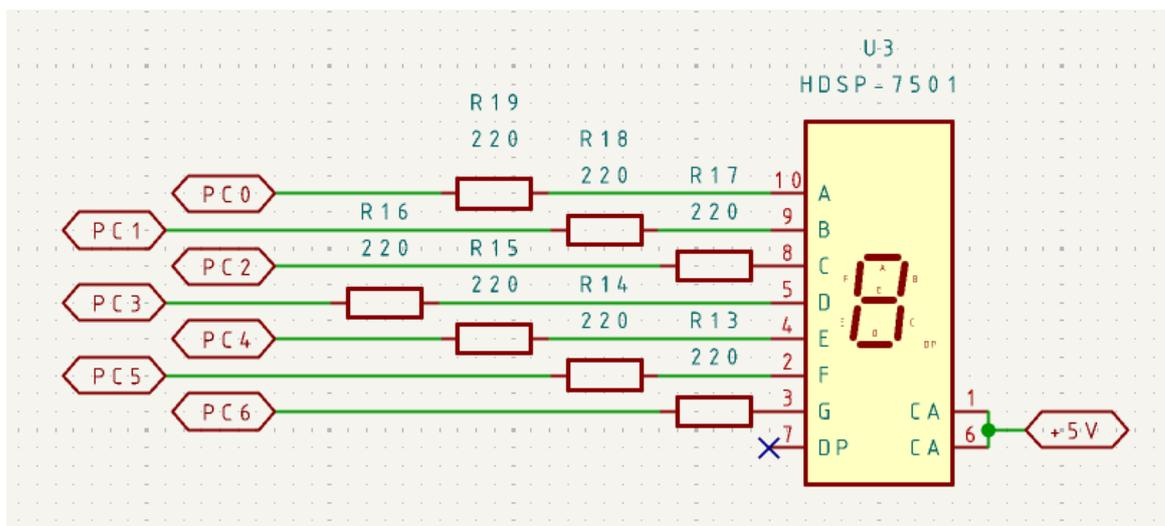

Рисунок 5 – Схема подключения семисегментного индикатора
- 8) Добавьте семисегментный индикатор на лист (рисунок 5).